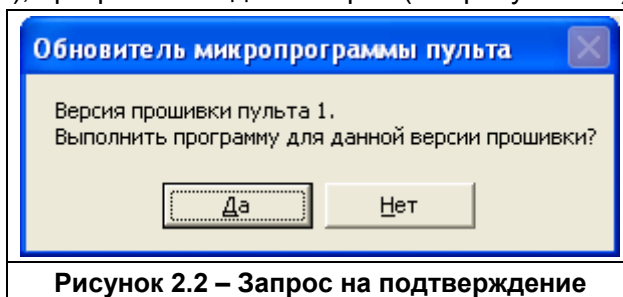

Рисунок 2.2 – Запрос на подтверждение
- ✓ Если проводится перепрограммирование прибора «А-20» с первой версией протокола (прошивки), программа выдаст запрос (см. рисунок 2.2).